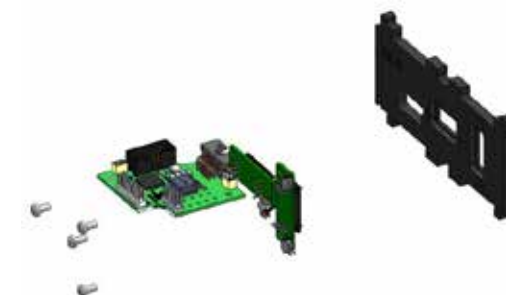

Рисунок 74. Крепление маски солнечного датчика
2) Маску солнечного датчика соединить с платой солнечного датчика (рисунок 74):